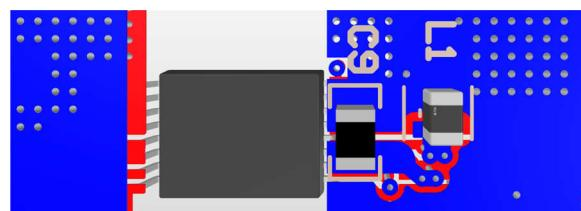

图 3-12. 底面、降压/升压、VEE LC 放置和布线
- 将 $2.2 \mu F$ 高频率旁路电容器 (C9) 尽可能靠近 VEE 和 COM 引脚放置。3MHz 至 4MHz 范围内的自谐振频率非常适合为选择 $3.3\mu H$ 电感器 (L1) 的降压/升压转换器的开关频率噪声提供低阻抗去耦。将电容器放置在 PCB 的另一侧并使用过孔进行连接是可行的，这样可缩短电容器与 VEE 降压/升压转换器内部低侧 MOSFET 之间的开关环路。此外，将电容器放置在另一侧也会简化 VDD 引脚和 COM 引脚之间去耦电容器的放置。C9 和 L1 放置在 PCB 底部的示例如 图 3-12 所示。